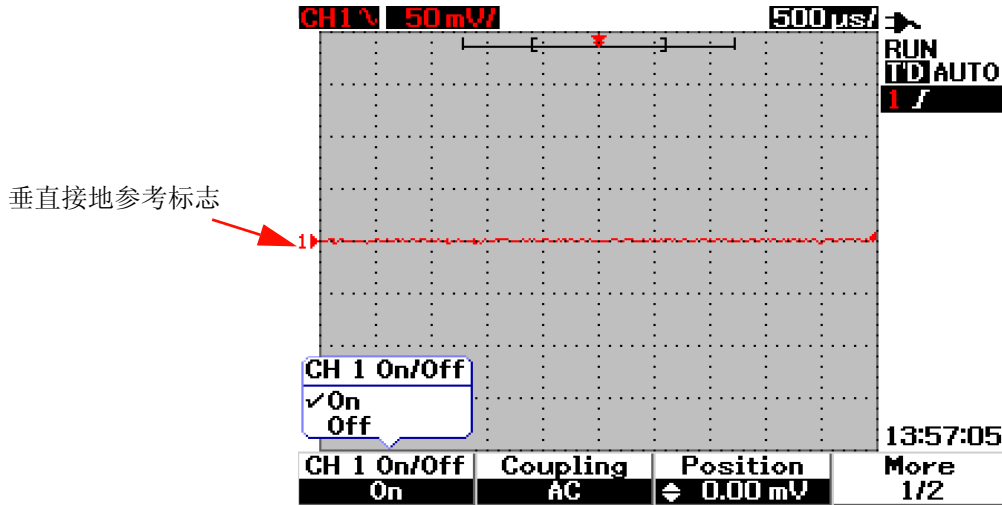

图 3-2 选择 On 或 Off 以启用或禁用波形显示
- 3 这两个通道的子菜单是相同的。图 3-2 显示通道 1 的一般子菜单。要启用通道 1 的波形显示, 请按 **F1** 以显示上拉菜单。